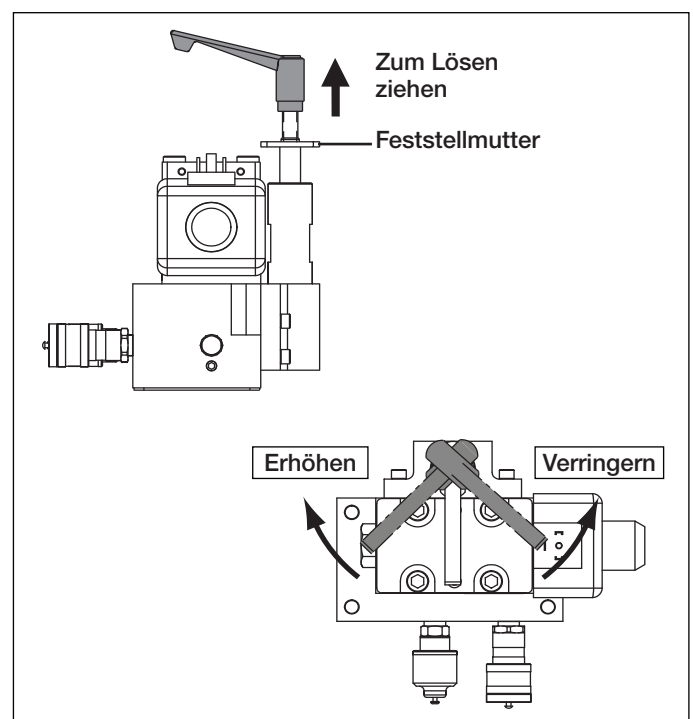

Abb. 12, vom Benutzer einstellbares Überdruckventil (typisch)
2. Lösen Sie die Feststelmutter des Überdruckventils. Siehe Abb. 12.
2. Lösen Sie die Feststellmutter des Überdruckventils. Siehe Abb. 12.